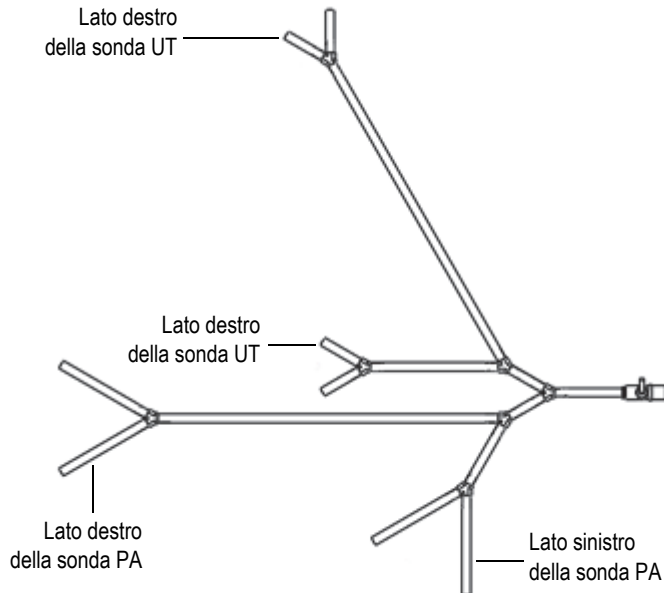
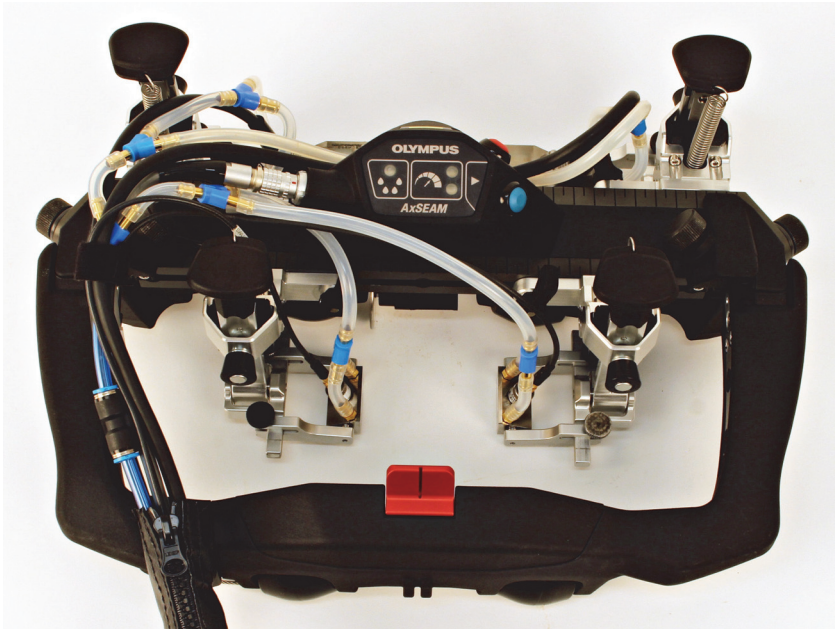

Figura 2-25 Sistema di tubi dell'acqua
Figura 2-26 Sistema di erogazione dell'acqua delle sonde
1. Collegare le estremità del fornito sistema di tubi dell'acqua nei punti specifici del sistema di erogazione dell'acqua degli zoccoli (Figura 2-25 a pagina 60 e Figura 2-26 a pagina 61).